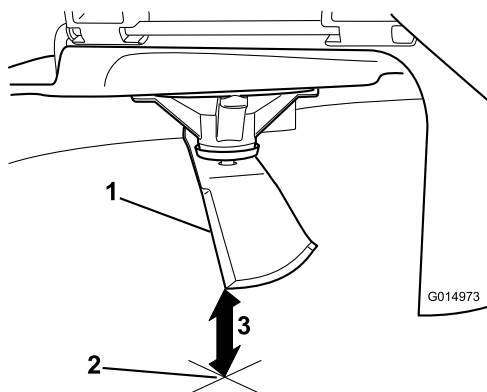

Figura 63
3. Meça da ponta da lâmina até à superfície plana (Figura 63).